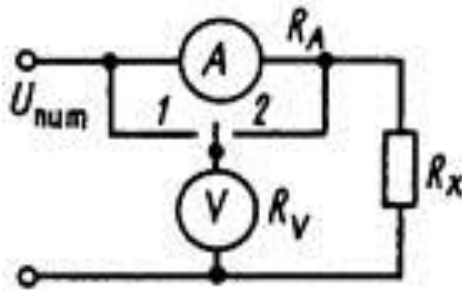

Рисунок 2
- 15.** При измерении мощности методом амперметра и вольтметра (см. рисунок 2) показания приборов при положении переключателя 2 были соответственно равны 2 А и 110 В. Определить выделяемую в резисторе мощность, если сопротивление параллельной цепи  $R_V = 5$  кОм.